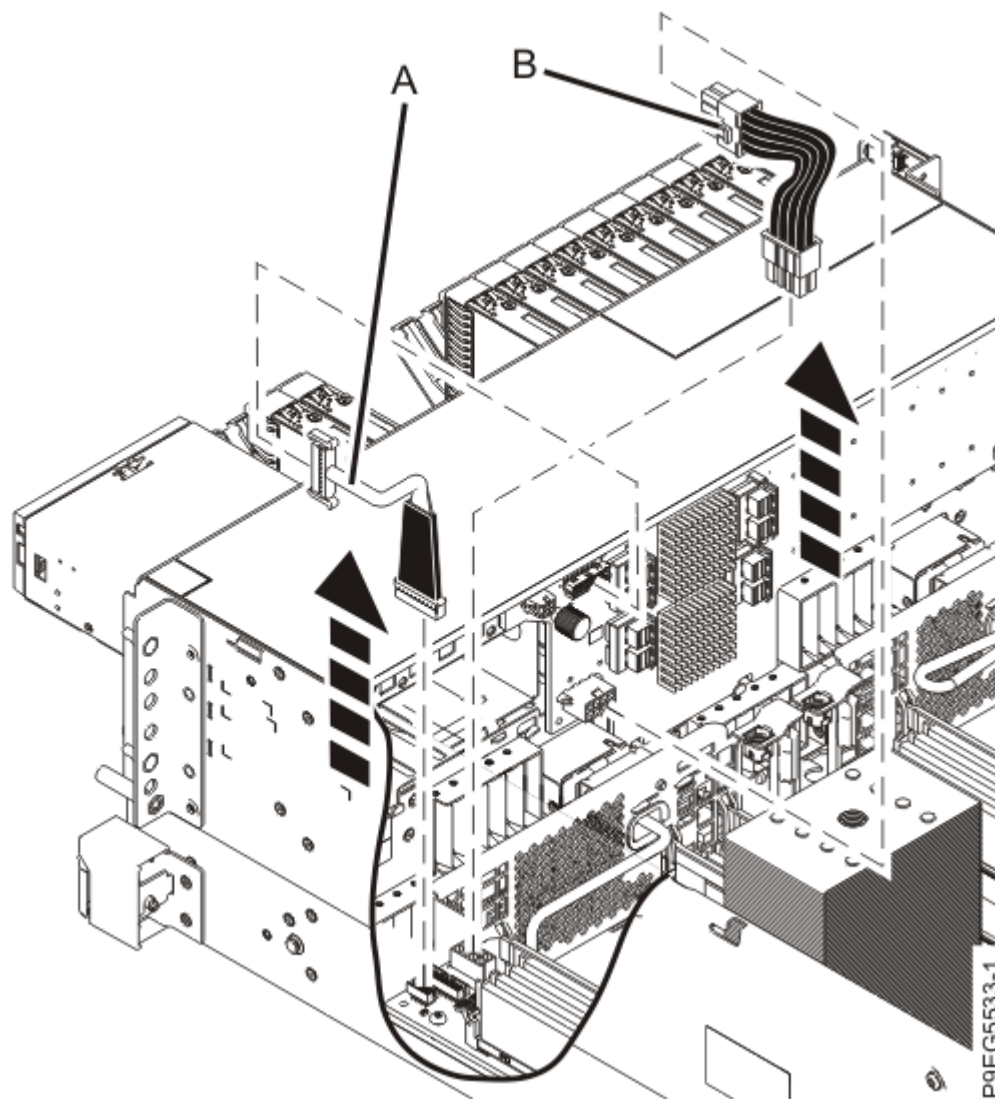

Abbildung 94. Signalkabel und Netzkabel abziehen
3. Beschriften Sie das Netzkabel **(B)** und ziehen Sie es von der Plattenlaufwerksrückwandplatine ab (siehe Abbildung 94 auf Seite 108).